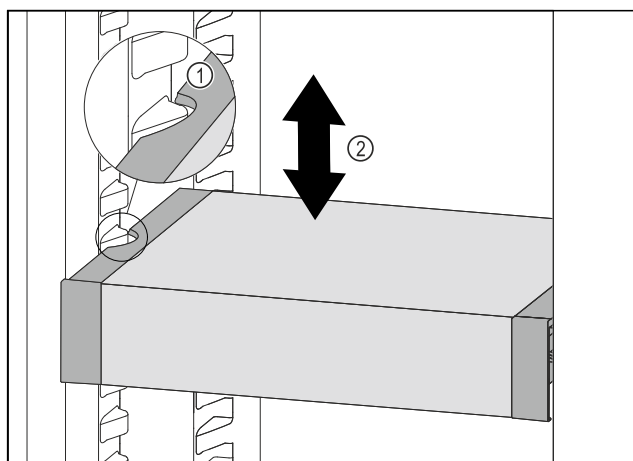

Fig. 201
- Táhněte VarioSafe dopředu, dokud nebudou boční vybrání VarioSafe na úrovni žebrování na nádoby v chladničce. Fig. 201 (1)
- Posouvejte VarioSafe v chladničce nahoru nebo dolů, dokud nedosáhnete požadované výšky. Fig. 201 (2)